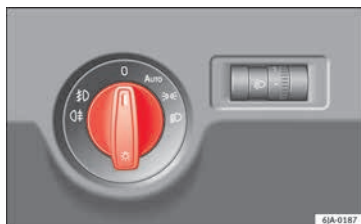

Abb. 129 Kombiinstrument: Lichtschalter
Bei Fahrzeugen **mit Rechtslenkung** weicht die Anordnung der Bedienelemente teilweise von der in » **Abb. 129** » Seite 130 gezeigten Anordnung ab. Die Symbole zur Anzeige der einzelnen Bedienelemente sind jedoch identisch.
- Drehen Sie den Lichtschalter  **Abb. 129** in Stellung .
- Drehen Sie den Lichtschalter  **Abb. 129** in die Position 0.
Das Tagfahrlicht ist eine zur Erhöhung der Verkehrssicherheit vorgesehene Beleuchtungsvorrichtung. Es handelt sich um in die Scheinwerfer integrierte Leuchten, die bei jedem Einschalten eingeschaltet werden, wenn der Lichtschalter in der Stellung **O** oder **AUTO** » Abb. 129 steht. Sobald Sie das Standlicht einschalten, wird es automatisch ausgeschaltet.
Wenn der Lichtschalter in der Position **AUTO** »» **Abb. 129** steht, schalten sich das Standlicht und das Abblendlicht, sowie die Kennzeichenbeleuchtung automatisch ein und aus.